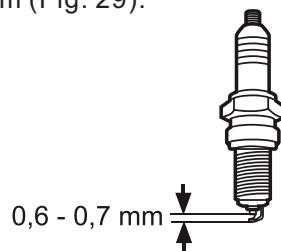

Fig. 29
- > Vérifiez la bougie d'allumage (18) afin de repérer les éventuelles traces de dommages ou d'usure. La couleur de l'électrode doit être brun clair.
- > Séchez la bougie d'allumage (18) avec un chiffon doux si elle est mouillée à cause du carburant.
- > Vérifiez l'écartement de la bougie d'allumage; il doit être de 0.6 – 0.7 mm (Fig. 29).